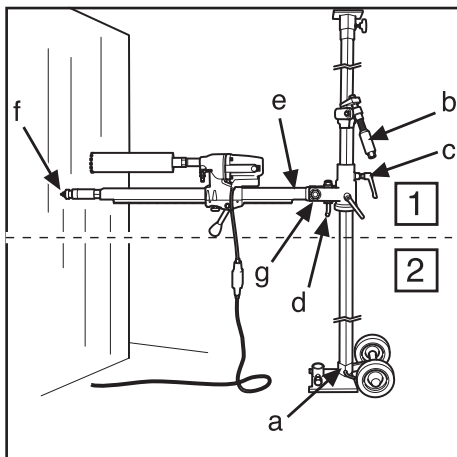
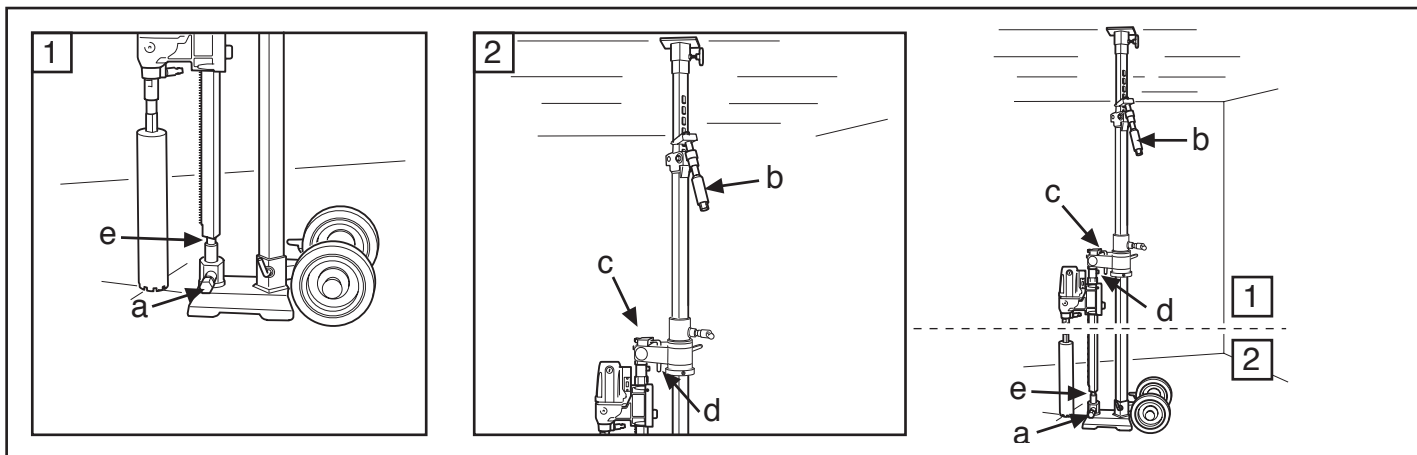

Fig. 6
Fig. 11
rivolto verso l'alto, e viceversa se l'altezza di foratura è inferiore a 1,5 m. Controllare che il montante sia fissato alla piattaforma con il bullone di fissaggio (a) (fig. 6, 8).
6. Riportare in posizione la colonna di foratura ruotandola in modo che la perforatrice sia nella posizione desiderata contro la parete. Fissare la manopola di bloccaggio (fig. 6, 7) (c).
Außenrohr nach oben gedreht sein, bei Bohrungen unterhalb von 1,5 m ist es umgekehrt. Überprüfen, ob der Stempel mit dem Sicherungsbolzen (a) in der Sohlenplatte verriegelt ist (Abb. 6, 8).
6. Bohrsäule mit dem Bohrmotor in die gewünschte Stellung an der Wand zurückdrehen. Verriegelungsdrehknopf sichern (Abb. 6, 7) (c).
orienté vers le haut ; si le forage est effectué à une hauteur inférieure à 1,5 m, il doit être orienté vers le bas. Contrôler que le poteau est verrouillé dans le piétement à l'aide du boulon de blocage (a) (Fig. 6, 8).
6. Tourner le pilier de forage avec le moteur de forage sur la position souhaitée contre le mur. Verrouiller la poignée de verrouillage (Fig. 6, 7) (c).
vanaf de wand, de kolomschroef moet ingeschroefd zijn. Wanneer hoger dan 1,5 m moet worden geboord, moet de dikkere buitenpijp omhoog zijn gedraaid en andersom wanneer lager dan 1,5 m wordt geboord. Controleer of de kolom met de borgbout (a) in de bodemplaat vastzit (Fig. 6, 8).
6. Draai de boorkolom met de boormotor terug naar de gewenste stand tegen de wand. Zet de borgknop vast (Fig. 6, 7) (c).
7. Riportare indietro e sollevare la colonna di foratura, bloccandola con l'impugnatura a L (d) e il dado (g) (fig. 6, 7). Per la foratura angolata, allentare l'impugnatura a L (d) e portare la colonna di foratura all'angolo desiderato serrando il dado (g) con la chiave da 30 mm (fig. 6, 7).
8. Controllare la posizione della testa di foratura. Avvitare la vite del montante (f) (fig. 6, 10) alla parete per fissare la colonna di foratura. Fissare con il dado di bloccaggio da 30 mm (f) (fig. 6, 10), utilizzando un
- La colonna di foratura ruota di 360° e si blocca nella posizione desiderata con la chiave a brugola da 8 mm (e) (fig. 6, 7).
7. Die Bohrsäule nach hinten winkeln und hochklappen, mit dem L-Griff (d) und der Mutter (g) sichern (Abb. 6, 7). Beim Winkelbohren wird der L-Griff (d) gelöst und die Bohrsäule auf den gewünschten Winkel eingestellt, dazu wird die Mutter (g) mit dem 30-mm-Schraubenschlüssel (Abb. 6, 7) angezogen.
8. Die Stellung der Bohrkronen prüfen. Die Stempelschraube (f) (Abb. 6, 10) zur Befestigung der Bohrsäule an der Wand einschrauben. Mit 30-mm-Sicherungsmutter (f) sichern (Abb. 6, 10), dabei einen Holzstab oder dergleichen als Zwischenstück
- Die Bohrsäule ist um 360° drehbar und wird mit einem 8-mm-Inbusschlüssel (e) fixiert (Abb. 6, 7).
7. Remettre en place, sortir le pilier de forage et attacher avec la poignée en L (d) et l'écrou (g) (Fig. 6, 7). En cas d'ébarbage, la poignée en L (d) doit être desserrée et le pilier de forage réglé sur l'angle souhaité en serrant l'écrou (g) à l'aide d'une clé de 30 mm (Fig. 6, 7).
8. Contrôler la position du trépan. Visser la vis du poteau (f) (Fig. 6, 10) contre le mur pour attacher le pilier de forage. Attacher avec un contre-écrou de 30 mm (f) (Fig. 6, 10) en utilisant une règle en bois ou un instrument similaire comme pièce intermédiaire.
- Le pilier de forage peut pivoter à 360° et se verrouiller sur la position choisie à l'aide d'une clé hexagonale de 8 mm (e) (Fig. 6, 7).
7. Klap de boorkolom terug, zet vast met de L-handgreep (d) en moer (g) (Fig. 6, 7). Bij boren onder een hoek wordt de L-handgreep (d) losgemaakt en de boorkolom in de gewenste hoek gezet door de moer (g) met een 30 mm sleutel vast te draaien (Fig. 6, 7).
8. Controleer de stand van de boorkroon. Schroef de kolombout (f) (Fig. 6, 10) tegen de wand om de boorkolom te fixeren. Zeker met borgmoer 30 mm (f) (Fig. 6, 10) gebruik een houten regel of iets dergelijks
- De boorkolom is 360° draaibaar en wordt in de desbetreffende stand vastgezet met een 8 mm inbussleutel (e) (Fig. 6, 7).
1. Montare il supporto nel rispetto delle istruzioni. Per la foratura di pareti, vedere pag. 17, 19. Abbassare la colonna di foratura con l'impugnatura a L (d) in modo che la vite del montante (f) (fig. 6, 7) tocchi il manicotto
di bloccaggio (a) (fig. 11). Serrare il dado di bloccaggio (g) con una chiave da 30 mm (fig. 6, 7) e la manopola di bloccaggio (c) (fig. 6, 7).
3. Bloccare la vite del montante nel relativo manicotto con la vite di bloccaggio (a) e il dado (e). Serrare con la chiave da 24/30 mm (fig. 11).
1. Den Ständer der Anleitung „Bohren in der Wand“ entsprechend anbringen, siehe Seite 17, 19. Die Bohrsäule mit dem L-Griff (d) so herabklappen, dass die Stempelschraube (f) (Abb. 6, 7) in der Sicherungshülse (a) (Abb.
11) landet. Die Sicherungsmutter (g) mit einem 30-mm-Schraubenschlüssel (Abb. 6, 7) und den Verriegelungsknopf (c) (Abb. 6, 7) anziehen.
3. Die Stempelschraube mit Sicherungsschraube (a) und Mutter (e) in der Sicherungshülse verriegeln und mit einem 24/30-mm-Schraubenschlüssel festziehen (Abb. 11).
1. Monter le support selon les instructions de Forage dans un mur, voir pages 17, 19. Rabattre le pilier de forage avec la poignée en L (d) afin que la vis du pilier (f) (Fig. 6, 7) bute sur la rondelle de blocage (a) (Fig. 11). Serrer le contre-écrou (g) à l'aide d'une clé de 30 mm (Fig. 6, 7) et serrer la poignée de
verrouillage (c) (Fig. 6, 7).
3. Verrouiller la vis du poteau dans la rondelle de blocage avec la vis de blocage (a) et l'écrou (b) et serrer à l'aide d'une clé de 24/30 mm (Fig. 11).
1. Monteer het statief volgens de aanwijzingen, Boren in wanden, zie bladzijde 17, 19. Klap de boorkolom met de L-handgreep (d) uit, zodat de kolombout (f) (Fig. 6, 7) tegen de borghuls komt (a) (Fig. 11). Zet de borgmoer (g) vast met een 30 mm sleutel (Fig. 6, 7) en zet de knop